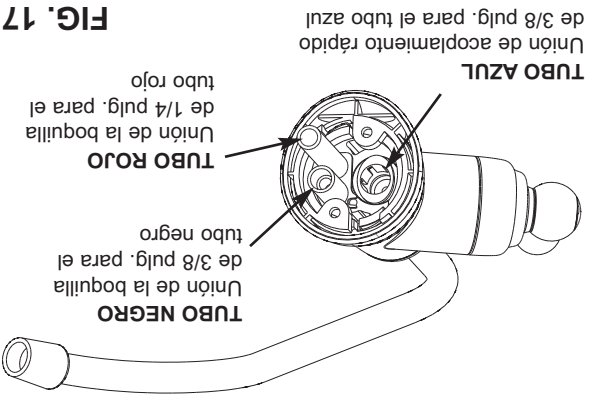

FIG. 17
C. Inserte toda la extensión en la unión de 1/4 pulg. de la boquilla del grifo en este último. Vea las Figs. 17, 20 y 21.